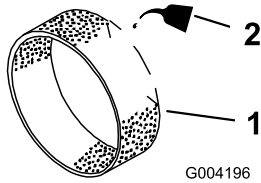

Figura 18
3. Ponga una o dos onzas de aceite en el pre-filtro (Figura 18).